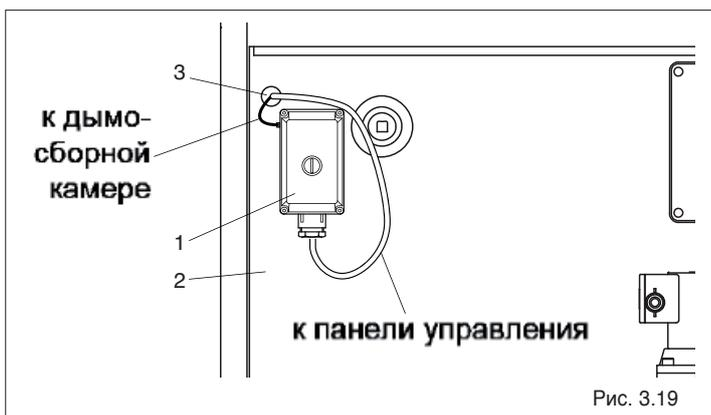

Рис. 3.19
- Закрепите термостат дымовых газов (1) на нижней передней стенке (2) (Рис. 3.19).
- Пропустите через отверстие (3) капиллярную трубку термостата и провод, идущий к панели управления.